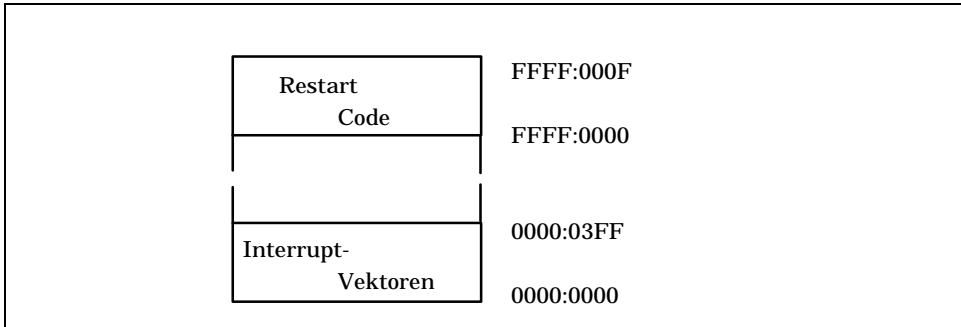

Bild 3.6: Reservierte Adreßbereiche
**Anmerkung:** Im 1 MByte-Adreßraum gibt es zwei Adreßbereiche, an denen keine Programme stehen sollten. Die Entwickler der 8086 CPU haben im Speicher zwei Bereiche für andere Aufgaben reserviert (Bild 3.6). Die obersten 16 Byte, von FFFF:0000 bis FFFF:000F, dienen zur Aufnahme des Urstartprogramms. Nach jedem